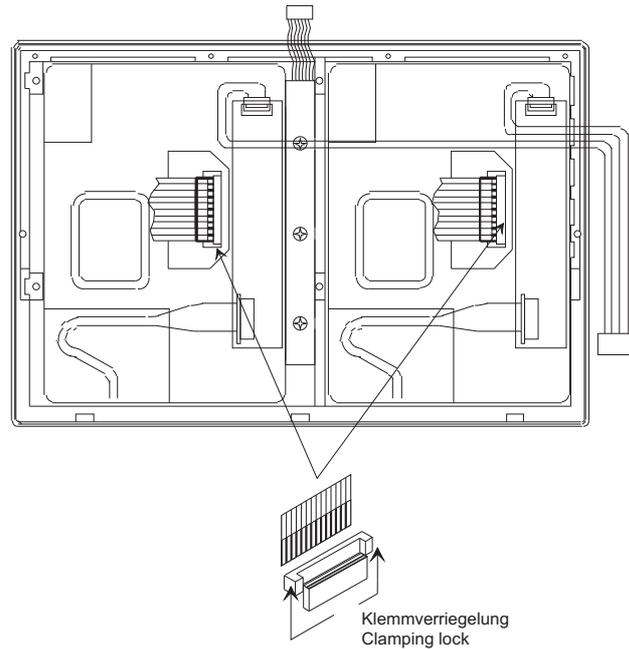

Bild D 8-5: Lösen der Flachbandkabel an der Displayeinheit
8. Lösen Sie die Steckverbindungen der flexiblen Flachbandkabel am Display. Entfernen Sie die Flachbandkabel. Achten Sie darauf die Flachbandkabel nicht durch Verkanten zu beschädigen (Bild D 8-5).